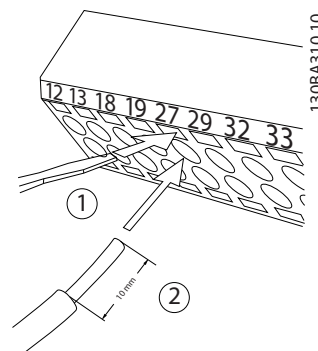

Рисунок 2.29 Подключение элементов управления
1. Разомкните контакт, вставив небольшую отвертку в прорезь, расположенную над или под контактом, как показано на Рисунок 2.29.